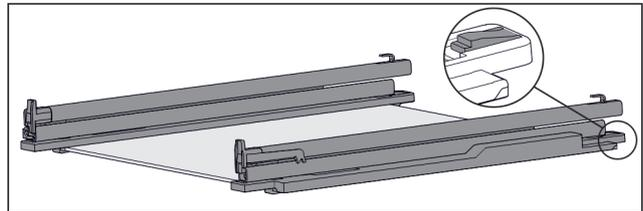

Fig. 48 Glasplatte mit Schienen und Halteteilen
- ▶ Halteteil hinten herunterdrücken (siehe Fig. 48) und gleichzeitig Schiene nach hinten schieben.